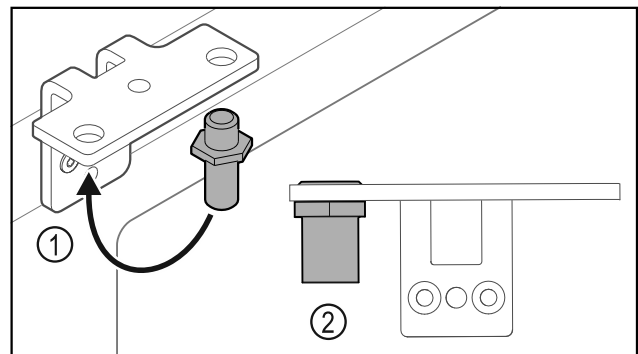

Fig. 33
- ▶ Perkelkite kaištį Fig. 33 (1) šarnyriniame kamputyje.
- ▶ Priveržkite kaištį Fig. 33 (2) **12 Nm** sukimo momentu.